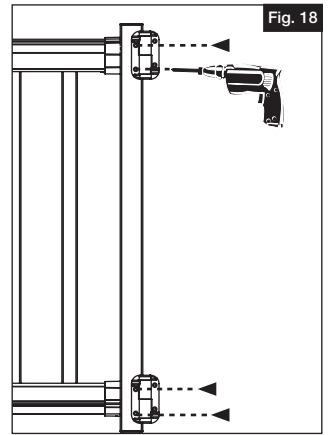

Fig. 18
- Placer les charnières fournies sur le montant de façon à ce qu'elles soient alignées sur la main courante et la lisse de la barrière ; puis, marquer l'emplacement des trous de vis (Fig. 18).